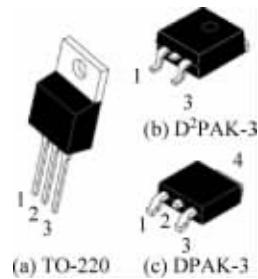

图 3.4 7805 的外形结构
该类稳压器被设计为固定输出电压的单片集成电路,广泛适用于各种工作环境。这些稳压器内部使用了限流、热关断、安全区域补偿等技术。只要有足够的散热措施,它们能提供超过 1A 的输出电流。尽管它们被设计成输出固定的稳压器,但是配合一些外部器件,能获得输出可调的电压和电流。其外形结构如图 3.4 所示,主要特性参数如下:
- (1) 输出电流可超过 1A。
- (2) 外部元件很少,应用电路非常简单。
- (3) 内部热过载保护,当芯片温度过高时,能够自动关断,保护芯片。
- (4) 内部短路电流限制,当电路中出现短路,导致负载电流超出一定值时,将开启保护。
- (5) 输出晶体管安全面积补偿,通过增大散热面积,控制输出晶体管的结温。
- (6) 输出电压的误差范围为 1.5%、2% 和 4%,精度与厂家和器件后缀相关。
- (7) 支持表面贴装标准的三角晶体管(图 3.4(a))、D2PAK-3(图 3.4(b))和 DPAK-3(图 3.4(c))封装样式。
- (8) NCV 前缀支持如下情况:汽车或其他应用中对应用场所要求特殊或控制需求变更时;通过 AEC-Q100 认证,并有能力实现 PPAP(Production Part Approval Process,生产件批准程序)。
- (9) 无铅器件,符合环保的要求。